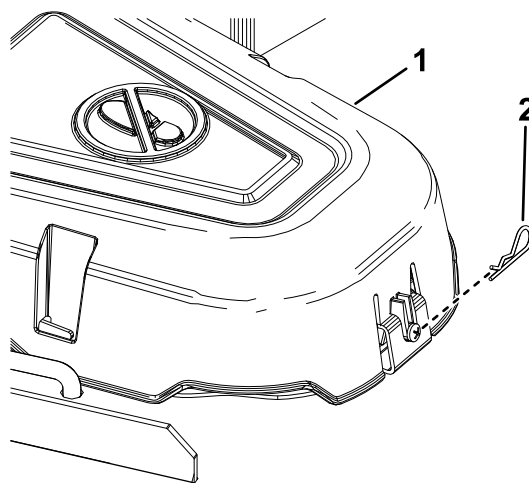

Figura 54
4. Rimuovete la coppiglia e premete la linguetta del rivestimento per rimuovere le protezioni delle pulegge (Figura 54).